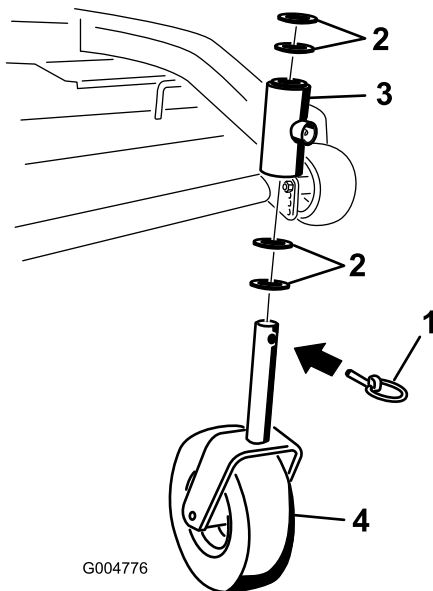

Bild 37
2. Entfernen Sie den Arretierbolzen und die Distanzstücke von der Oberseite der Laufradgabel (Bild 37).
6. Prüfen Sie die Laufradgabel auf Abnutzung und tauschen sie bei Bedarf aus (Bild 37).
7. Schieben Sie die Laufradgabel durch die Büchse im Befestigungsrohr. Setzen Sie die Distanzstücke auf die Laufradgabel und befestigen Sie sie mit dem Sicherungsring (Bild 37).